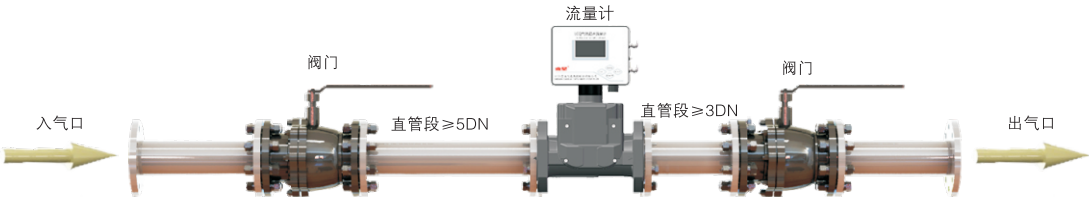

图6 水平安装示意图
- (1) 严禁带表焊接；
- (2) 按流向标志正确安装；
- (3) 管道试压时，应注意压力传感器的量程上限，当试压压力大于压力传感器的上限时，应先将流量计卸下，用直管段代替，待试压结束后再安装流量计；
- (4) 流量计内置整流器，一般情况下要求管道上游至少有5D，下游至少3D的直管段(见图6)；
- (5) 流量计可水平安装、垂直安装或其他角度安装，但应保证体积修正仪的预留端口向下，以避免积水(可将表头选择180°)；
- (6) 为了防止在流量计表体中聚集液体造成气体超声流量计的测量误差，在选择安装位置时，最好将流量计表体和直管段安装在高于工艺管道0.5米以上的位置。在流量计安装位置低于工艺管道的情况下，建议在流量计前后工艺管道的底部安装排水装置；
- (7) 工艺管道内径应与流量计表体内径一致。流量计上游的直管段尤为重要，根据流量计口径和不确定度要求，应将直管段与流量计表体内径的尺寸公差控制在公称直径的1%以内，最大不超过3%；
- (8) 应尽量保持流量计与管道同轴。并采取措施确保垫片在法兰封面上与法兰保持同心，并严禁垫片凸入管道内部，以免对流场分布造成干扰；
- (9) 为防止杂质进入流量计，建议将过滤器安装在流量计上游处。安装流量计前应将管道内的杂物、焊渣、粉尘等清理干净；
- (10) 流量计安装在室外时，建议加配防护罩，以免雨水浸入和烈日暴晒而影响流量计使用寿命。